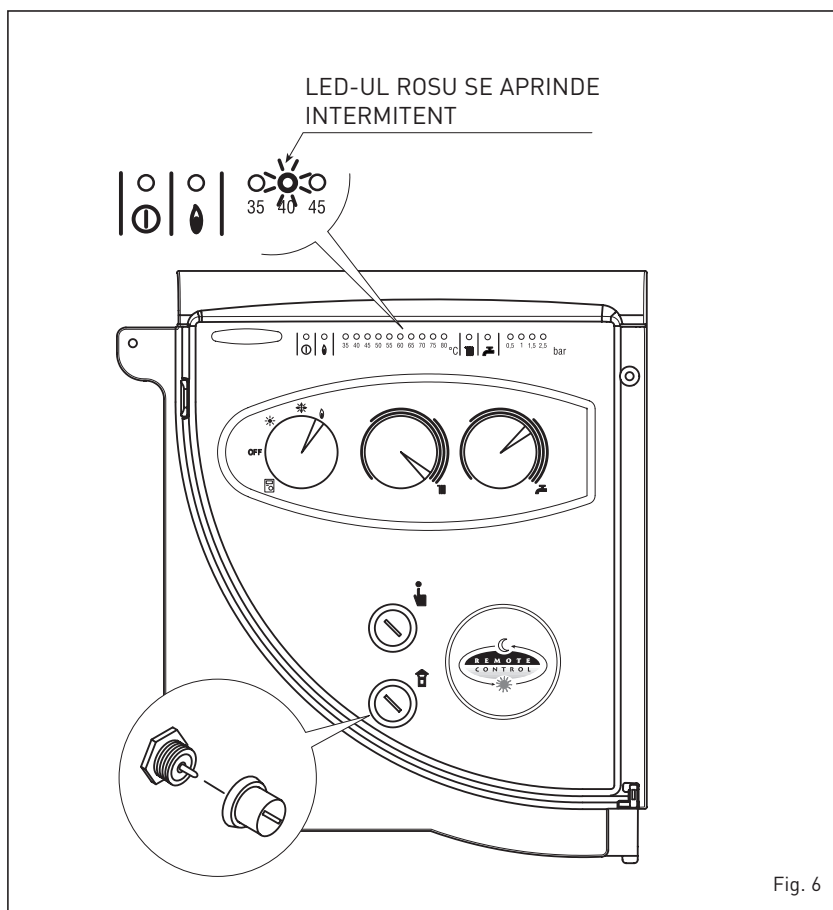

Fig. 6
- **Interventia dispozitivului de siguranta gaze arse** (fig. 6)